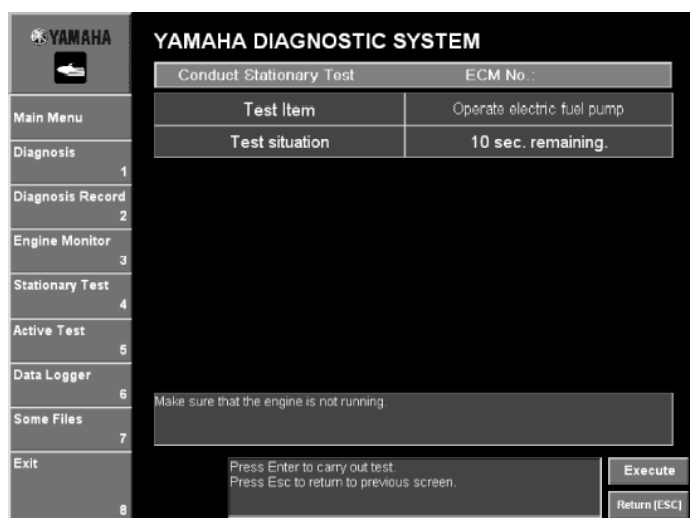

Рис. 80
2. Щелкнуть по **Выполнить(Execute)** или нажать клавишу Enter клавиатуры. (Рис. 80)